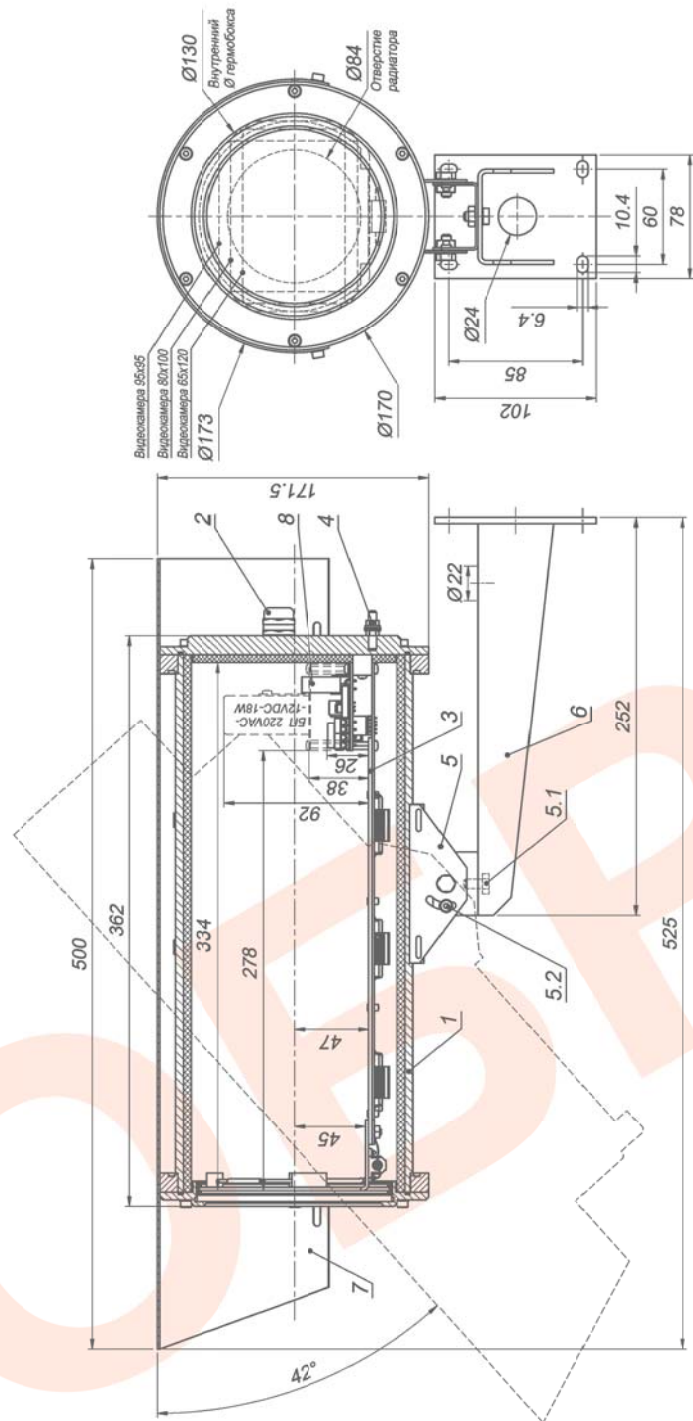

Рис.1 Состав и габаритно-установочные размеры ТГБ-11
В состав изделия входят (см. рис.1):
2. Выдвинуть модуль видеокамеры (поз.3 рис.1) из кожуха.
8. Ослабив болты и винты фиксации шарнира (поз.5.1 и 5.2 рис.1), установить гермовокс на нужное направление обзора, после чего надежно зафиксировать шарнир затянув выше перечисленные болты и винты.
9. Заземлить гермовокс с помощью болта заземления (поз.4 рис.1).